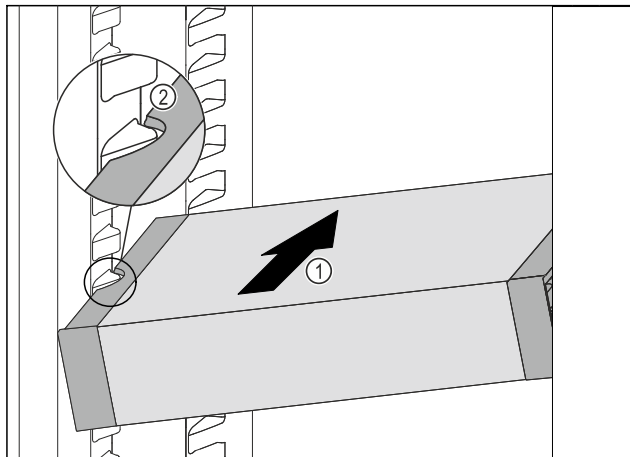

Fig. 102
- Insérer le VarioSafe en biais dans la partie réfrigérateur Fig. 102 (1) jusqu'à ce que les encoches latérales Fig. 102 (2) du VarioSafe se trouvent à la hauteur de la nervure du bac dans la partie réfrigérateur.